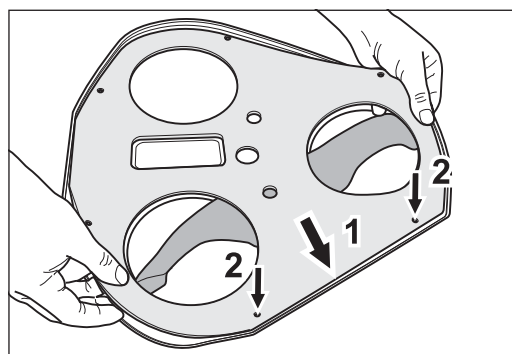

Fig. 57 Placez maintenant le nouveau joint sur un côté avant de le poser complètement.
- 8 Enlevez la feuille de protection de la couche de colle du nouveau joint sur un côté d'environ la largeur de la main et posez exactement le joint. Servez-vous des perçages de fixation de la tôle de recouvrement pour l'orientation et l'ajustage (fig. 57).